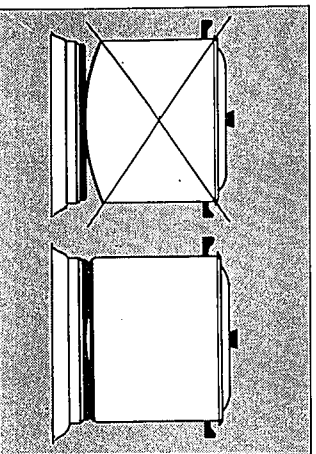

Fig. 4
- Utiliser des récipients à fond plat et épais (fig. 4).
- Ne pas utiliser des récipients au fond plus petit que la plaque (voir fig. 4).